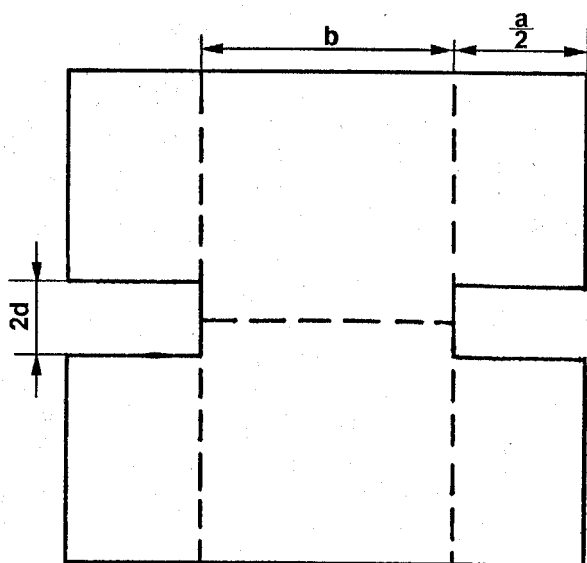
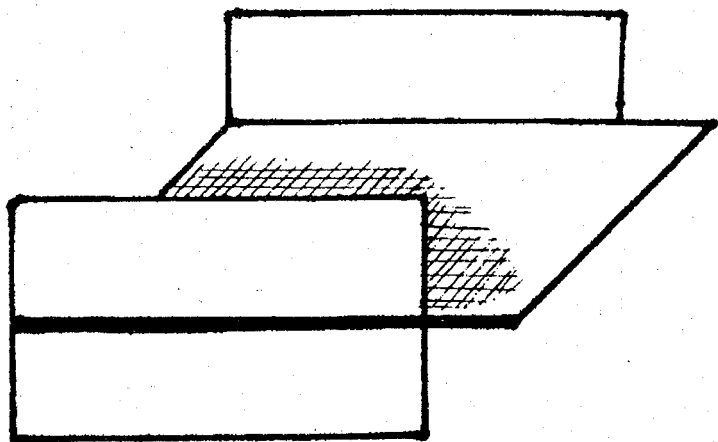

Рис. 4. Развертка полки
Рис. 5. Полка
4. Для получения третьей стенки загните внутрь уголки на концах двух боковых стенок — рис. 4. Загните внутрь коробки и прижмите к дну уголок квадрата — рис. 5. При этом на дне коробки образуется три треугольника. Для того чтобы лучше понять, как сложить углы, посмотрите, как складывается коробочка 3.
2. Сделать развертку полки — рис. 4, сложить ее, как показано на рис. 5.